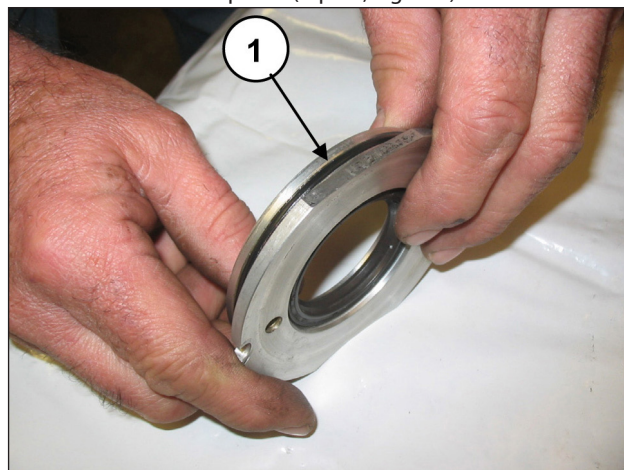
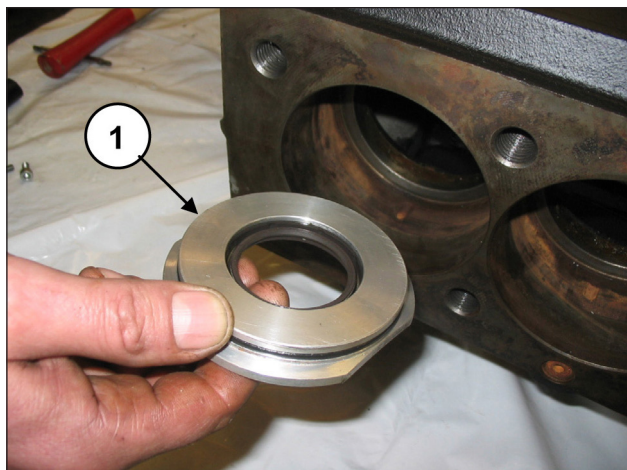

Fig. 158
Fig. 159
Positionner le joint torique (rep. ①, Fig. 158) dans le logement du carter d'huile et installer le groupe monté à l'intérieur du carter dans le boîtier spécial (rep. ①, Fig. 159).